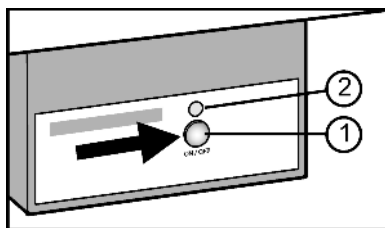

Fig. 12
- ▶ Druk op de toets On/Off Fig. 12 (1), zodat de LEDs Fig. 12 (2) branden.